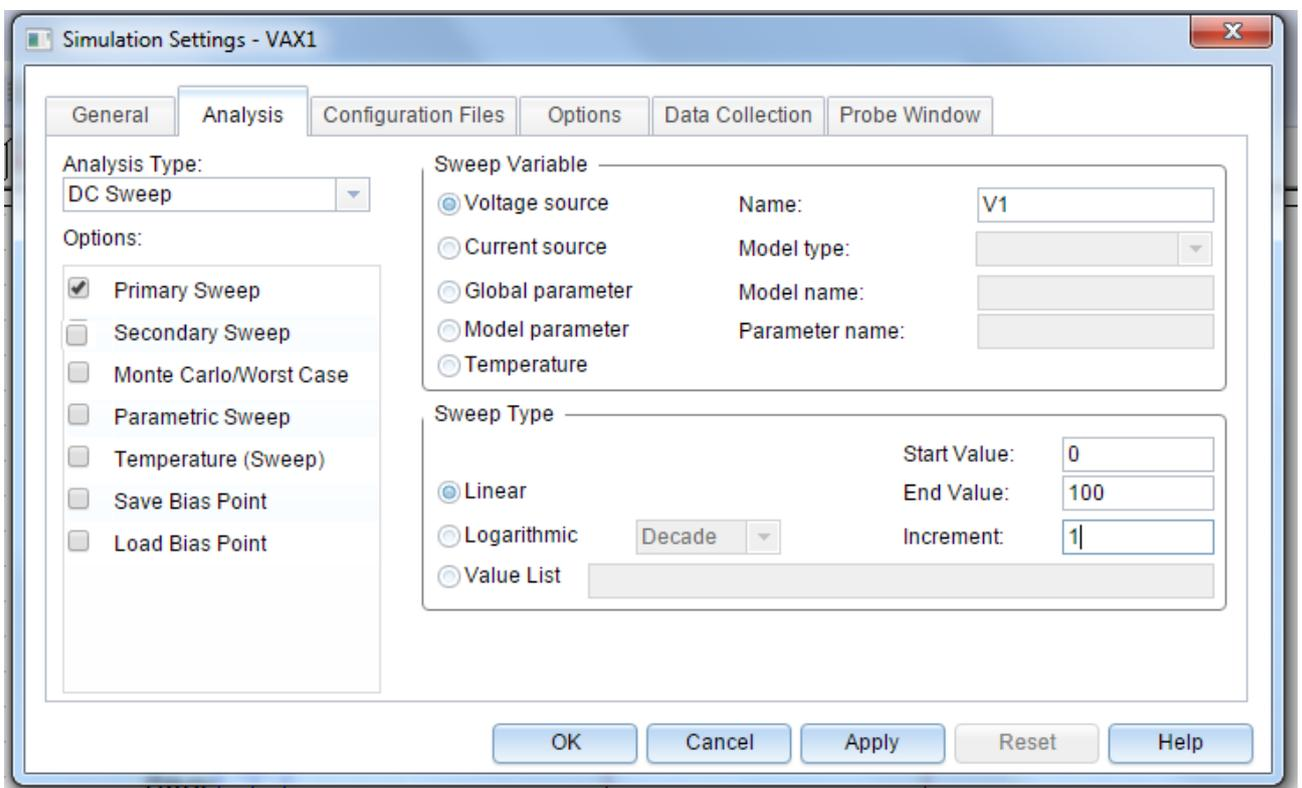

Рис. 1.57. Установка первичной развёртки по напряжению коллектора
4. Создаем профиль моделирования VAX1. Устанавливаем первичную развёртку по напряжению на коллекторе V1 от 0 до 100 В с шагом 1В (рис. 1.57).